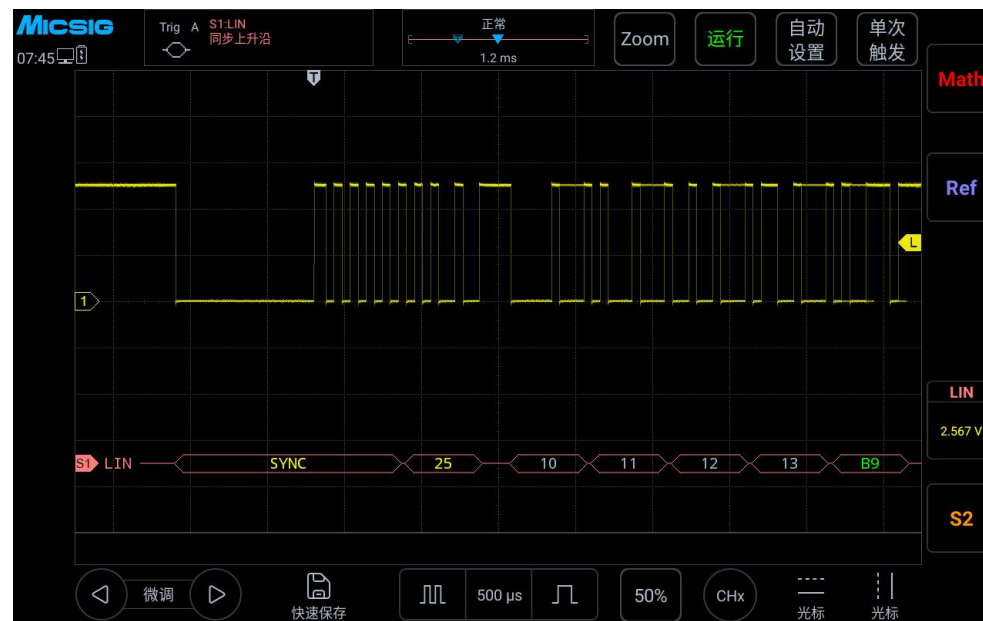

图 13-12 LIN 图形界面
- (1) 轻点 S1 打开解码通道，再次点击打开总线配置菜单；
- (2) 选择总线类型为“LIN”，依次点选“LIN1.3” “Ch1” “空闲高” “9.6kb/s”，然后关闭菜单；
- (3) 打开触发方式配置菜单，点选“同步上升沿”；
- (4) 点按  配置信息，打开解码通道阈值电平调节框，上下拖动调节框可以调节阈值电平；根据信号的幅值电平调节阈值电平使信号稳定触发。LIN 触发图形界面见图 13-12：